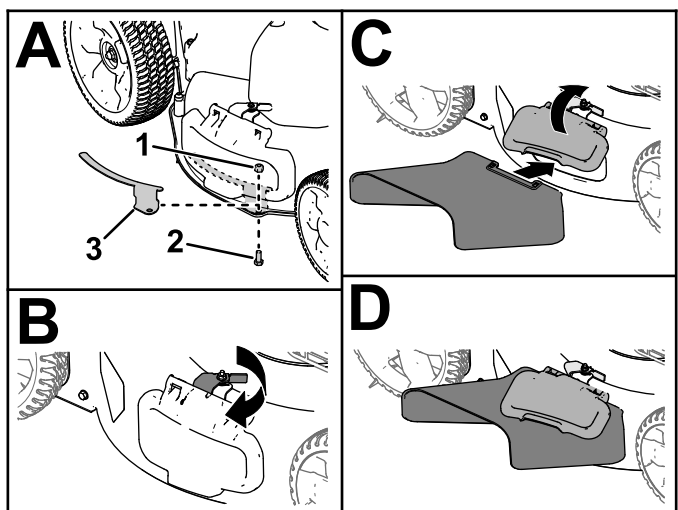

Figura 19
1. Rimuovete la staffa e i dispositivi di fissaggio del deflettore di scarico laterale (A della Figura 19).
2. Sbloccate e sollevate il deflettore laterale e montate il camino di scarico laterale (B, C e D della Figura 19).
**Importante:** Montate la staffa del deflettore quando non state utilizzando il camino di scarico laterale (A della Figura 19).